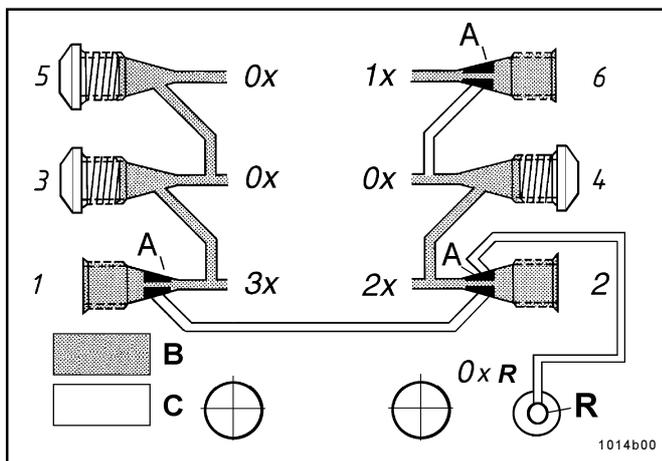

Abb. 1 - Einfache, doppelte und dreifache Auslaßmenge;SSV hinten montiert
- * Jede nicht benötigte Auslaßbohrung mit einer Verschlusschraube, siehe Abb. 1 oder 4 verschließen.
- Wichtig:** Wird **Auslaß 2** an eine **Schmierstelle** angeschlossen, darf **Auslaß 1** **nicht verschlossen** werden, siehe Abb. 1.